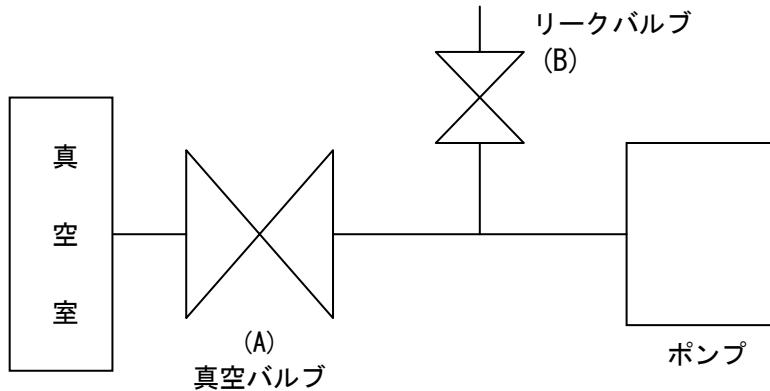

図5. 真空室と基本的な配管接続図
- (2) 真空室とポンプの間には、図5. のように、真空バルブ(A)及びリークバルブ(B)を取り付けて下さい。
リークバルブ(B)を閉じ、吸気口につながる真空バルブ(A)を開いて電源のスイッチを "ON" にして運転を開始して下さい。ポンプが排気を始めます。（図5. 参照）
まず真空バルブ(A)を閉じ、速やかにリークバルブ(B)を開いて電源のスイッチを "OFF" にします。（図5. 参照）
数秒間回って停止する場合、リークバルブ(B)を開けることで、連続運転出来ることがあります。ポンプが温まったところで、リークバルブ(B)を閉じ正規の運転に戻して下さい。（図5. 参照）